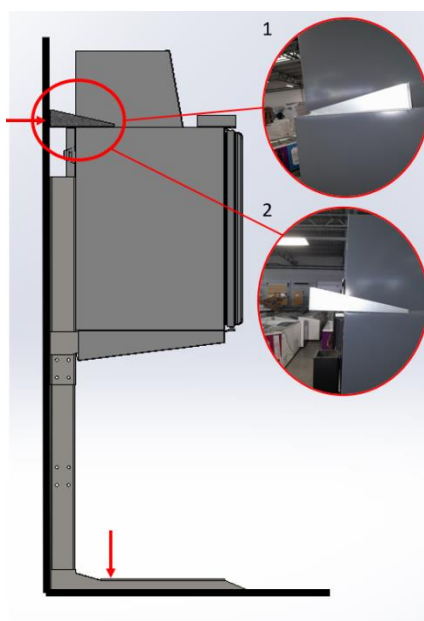

Рис. 6.1.9. Положення кронштейнів: а) транспортне; б) монтажне.
1) Переведіть кронштейн з транспортного положення (рис. 6.1.9.а) в монтажне (рис. 6.1.9.б).